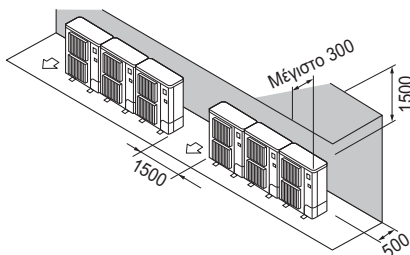

Fig. 3-12
- ② Εμπόδια στην πίσω και επάνω πλευρά μόνο (Fig. 3-12)